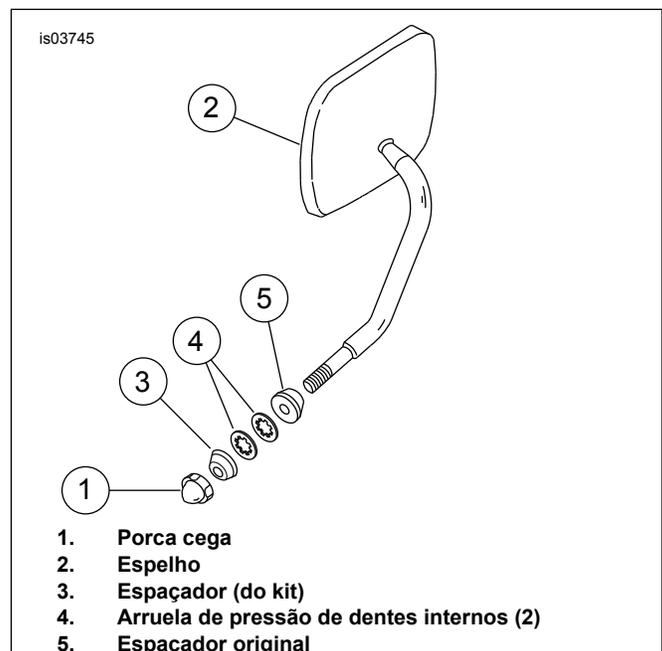
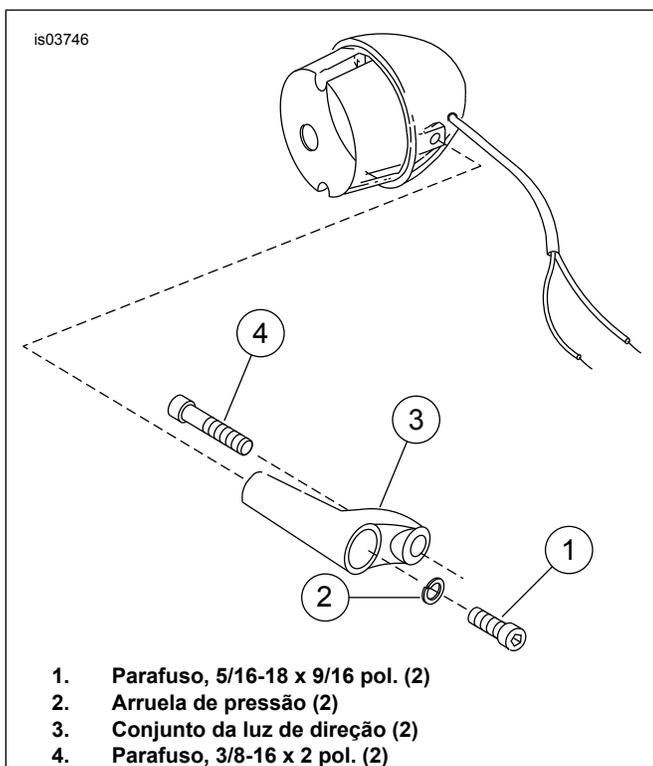

Figura 1. Fixação do espelho
Figura 2. Fixação do conjunto da luz de direção
3. Se a luz de direção estiver montada no suporte superior do garfo, remova o parafuso de aperto do tubo do garfo, do lado direito do suporte superior do garfo (este é o parafuso que prende a luz de direção direita.) Veja Figura 1. Se a luz de direção estiver montada no espelho, remova a luz de direção e os parafusos de fixação. Guarde as arruelas de pressão de dentes internos (4) e o espaçador (5).
4. Instale a porca cega do kit para prender o espelho direito. Se a porca cega "tocar o fundo" sem aperto, coloque o segundo espaçador (3) do kit no local mostrado.
Se a luz de direção estiver montada no suporte superior do garfo, execute o passo 6. Se a luz de direção estiver montada no espelho, consulte a Figura 2, instale o conjunto da luz de direção e, depois, realize o passo 6. Use, porém, o parafuso de 3/8-16 x 2,0 pol. do kit para fixar a luz direcional. Desconsidere a referência do parafuso de aperto do suporte superior.
7. Repita os passos de 1 a 6 para reposicionar a luz de direção esquerda. Veja Figura 1. Use uma porca cega original e uma arruela de pressão de dentes internos para instalar o espelho.
*Se a luz de direção estiver montada no suporte superior do garfo, execute o passo 7. Se a luz de direção estiver montada no espelho, consulte Figura 2, instale o conjunto da luz de direção e, então, execute o passo 7, mas use o parafuso de 3/8-16 x 2 pol. do kit para fixar a luz de direção. Desconsidere a referência do parafuso de aperto do suporte superior. Veja Figura 1. Instale a porca cega do kit para prender o espelho direito. Se a porca cega “tocar o fundo” sem aperto, coloque o segundo espaçador do kit no local mostrado.*